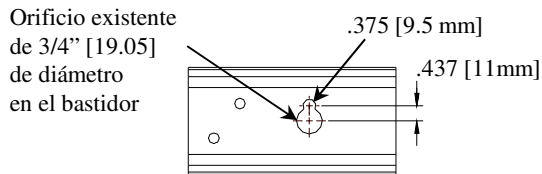

Figura 2
①	Cant. (2)	Perno de carruaje, 7/16- 14 x 1.5 Gr. 5	⑥	Cant. (1)	Espaciador, 1/4 x 1 x 1.94
②	Cant. (2)	Espaciador, 1/4 x 7/8 x 3	⑦	Cant. (2)	Arandela plana, 3/8"
③	Cant. (2)	Arandela cónica, 7/16"	⑧	Cant. (2)	Arandela de seguridad, 3/8"
④	Cant. (2)	Tuerca hexagonal, 7/16-14	⑨	Cant. (2)	Tuerca hexagonal, 3/8-16
⑤	Cant. (1)	Perno en U, 3/8-16 x 1.875 GR5	⑩	Cant. (2)	Cables de halar, 7/16"
- Baje el escape al quitar las tuercas de los soportes del gancho del escape (2) de cada soporte. Ambos lados. Para espacio adicional si es necesario para el taladro o herramienta rotativa. Retire el aislante de goma ubicado en la conexión delantera del escape. Rocíar un lubricante o agua jabonosa en el vástago del gancho de metal y el aislante de goma ayuda para el desmonte.
- Retire la cinta que cubre el orificio de acceso en el larguero del bastidor. Ambos lados. Marque aprox. 7/16" [11 mm] fuera del centro del orificio y abra el orificio de acceso para permitir el espaciador (pieza 2) y el perno de carruaje. Ver Figura 2.